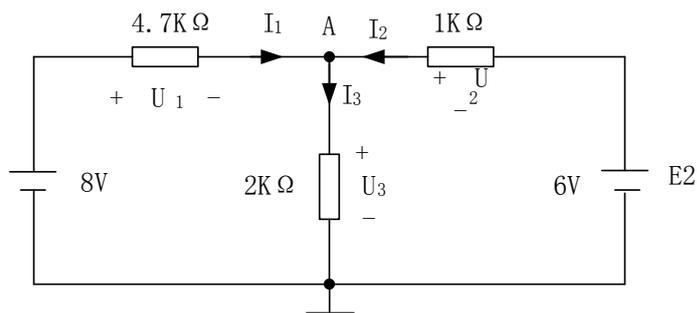

图 8 直流电路的测试
- 1) 在面包板上，按图 8 接线，用万用表测量各电阻两端电压，填入表 8 中第一行；